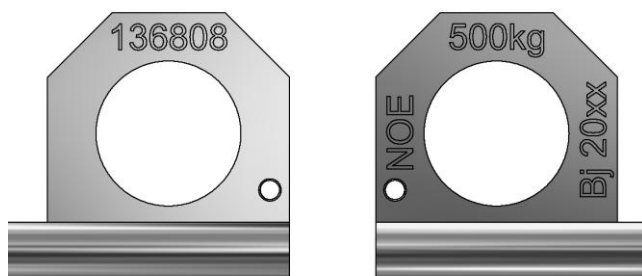

Abbildung 1
5. Der NOE Transportstecker darf nicht über seine Tragfähigkeit hinaus (Abbildung 1) belastet werden.
Die Kennzeichnung des Transportsteckers (siehe Abbildung 1) erfolgt gemäß DGUV 109-017